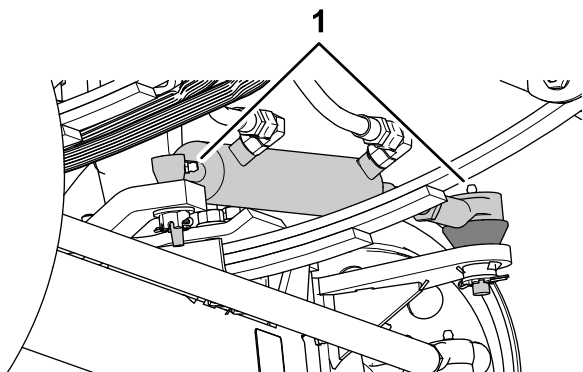
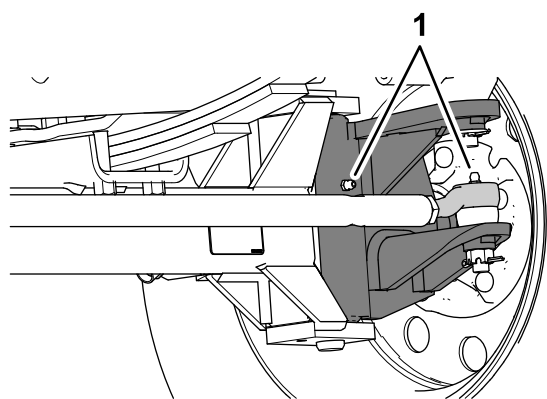

Figure 67
Figure 68
- Essuyez les graisseurs (Figure 67 et Figure 68).
- Injectez de la graisse dans les graisseurs (Figure 67 et Figure 68).
Remarque: Les emplacements des graisseurs sont illustrés à la Figure 67.